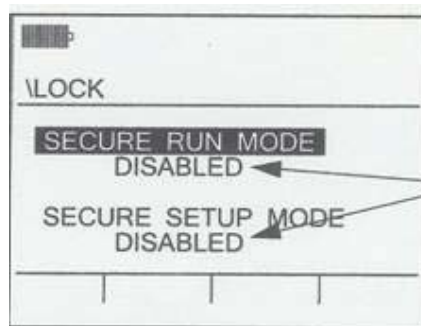

Figura 5-6: Pantalla de Seguridad
Las claves de seguridad para la Corrida y Programación se activan y desactivan en la pantalla LOCK (Figura 5-6) Para desplegar esta pantalla, desde la pantalla de INICIO, oprima el botón LOCK (extrema derecha)
1. En la pantalla de INICIO, oprima el botón LOCK para desplegar un cursor en la pantalla. (Figura 5-6) El Modo de Seguridad de Corrida es seleccionado por ausencia.
2. En la pantalla de INICIO, oprima el botón LOCK para desplegar la pantalla de este (Figura 5-6)